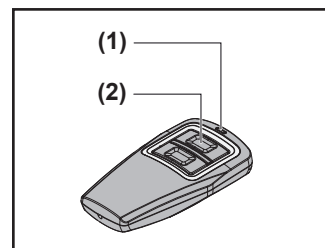

Fig. 1
**3 Description de l'appareil (fig. 1)**
(1) LED (orange / rouge / verte) : s'allume en orange lorsque la touche est enfoncée et indique l'état de la porte à la demande
(2) Touches : pour la commande de 2 canaux
### 5.2 Utilisation de l'émetteur (fig. 1)
(Vue d'ensemble de l'émetteur, voir fig. 1)